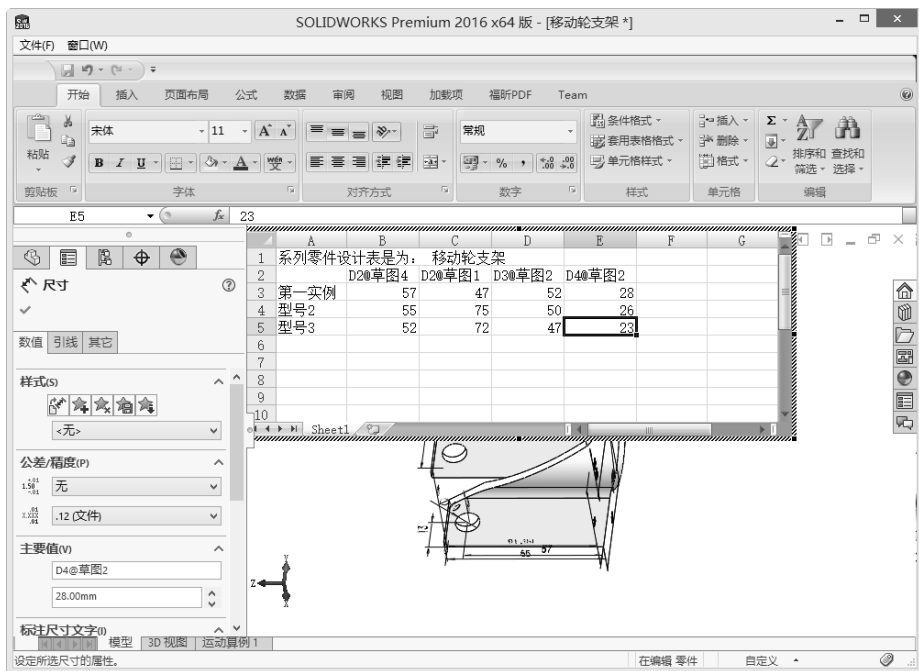

图 8-7 输入控制尺寸的尺寸值
- 6) 在对应的单元格中输入该型号对应控制尺寸的尺寸值, 如图 8-7 所示。